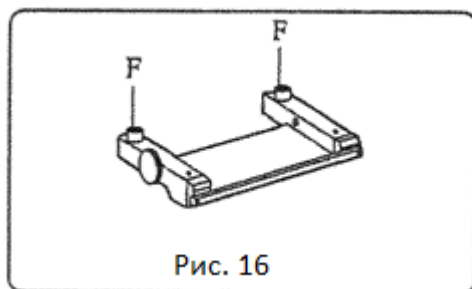

Рис. 16
- Поворачивая маховик F (см. рис. 16), уменьшите давление нижнего подающего колеса до минимального значения